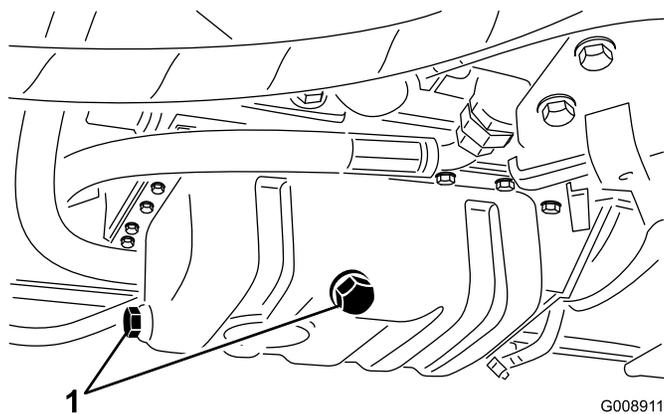

Figure 45
1. Enlevez un des bouchons de vidange (Figure 45) et laissez couler l'huile dans un bac de vidange. Remettez le bouchon quand la vidange est terminée.